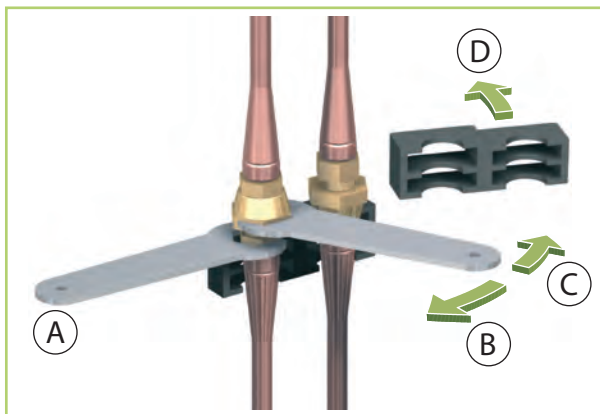

Abb. 14: Abschrauben der linken Überwurfmutter
9. ➤ Schrauben Sie die linke Überwurfmutter mit dem beiliegenden Maulschlüssel SW 24 ab. Halten Sie dabei mit dem zweiten Maulschlüssel SW 21 am unteren Kupplungsteil gegen (Abb. 14).